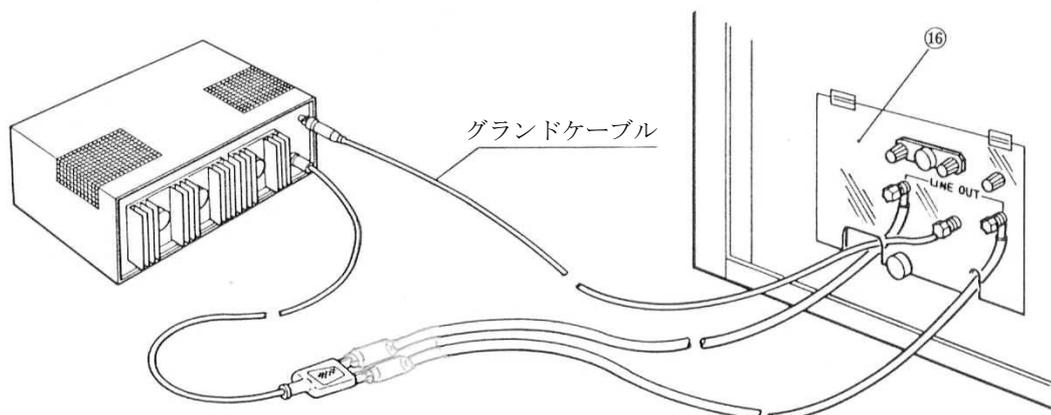
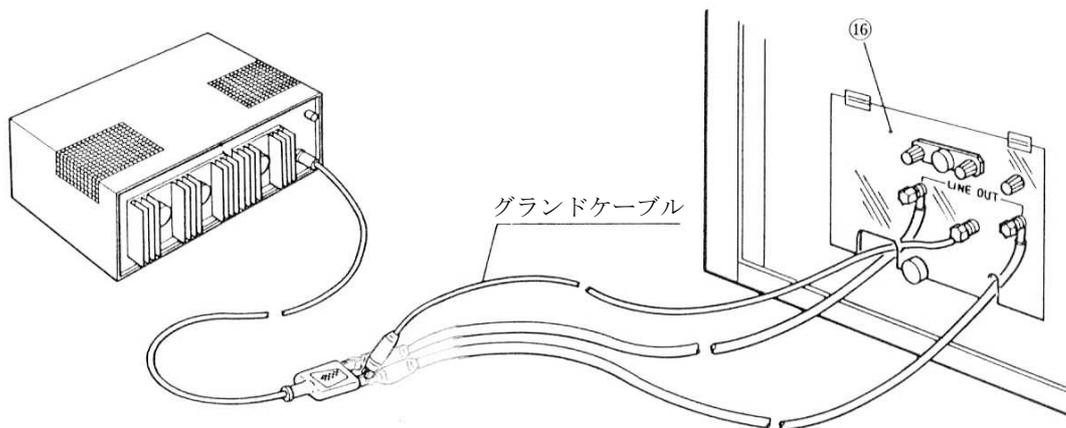

図 15
図 16
4. LINE 入力端子⑲に添付品の単相用ライン入力ケーブルのコンネクター側を接続し、圧着端子側を AC ライン供給源へ繋がます。
5. コモン・モード試験を実施する場合は、重畳切替部⑯の LINE OUT 端子と供試体を添付品の AC アウトケーブルで図 15 のように接続します。G 端子は、添付品のグラウンドケーブルで供試体の G 端子、または FG に接続します。
6. ノーマル・モード試験を実施する場合は、図 16 のように重畳切替部⑯の LINE OUT 端子と供試体を添付品の AC アウトケーブルで接続します。G 端子は、添付品のグラウンドケーブルで供試体のサージ印加相とは逆の相（例：R 相にサージを印加する場合は S 相）に接続します。
4. LINE 入力端子⑲に添付品の単相用ライン入力ケーブルのコネクター側を接続し、圧着端子側を AC ライン供給源へ繋ぎます。
5. コモン・モード試験を実施する場合は図 15、ノーマル・モード試験を実施する場合は図 16 のように、重畳切替部の各端子と供試体を添付品の AC アウトケーブルとグラウンドケーブルで接続します。
6. LINE ON ブレーカー⑰をオンにします。(LINE ON ランプ⑱点灯)